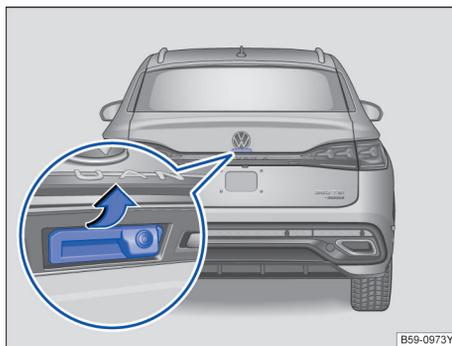

图 60 从车外打开行李厢盖
钥匙在行李厢盖的有效感应范围内，可以直接通过按压行李厢盖上的按钮打开后盖 → 图 60。
- 向上拉起图示按钮→图 60，打开行李厢。
- 操作拉手按钮→图 60。